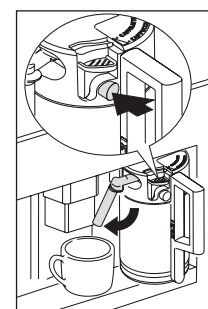

Fig. 33
- ▶ Poziționați duza pentru lapte Fig. 33 și apoi puneți o ceașcă suficient de mare sub duzele de cafea și de lapte.
- ▶ Puneți un recipient sub duza de lapte (Fig. 33).
- ▶ Apăsăți butonul CURĂȚARE de pe capac (C3) (see page 87) și țineți-l apăsat cel puțin 5 secunde, pentru a porni funcția de curățare.(Fig. 33).